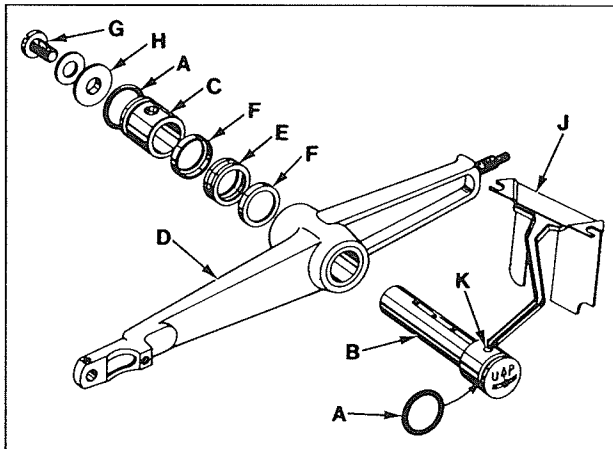

Fig 16
1. Coloque las empaquetaduras ("O" rings A, Fig. 16) en el eje (B) de la palanca y el collar (C).
2. Con la palanca de la aguja (D) puesta en la máquina en la posición correcta; introduzca el eje (B) atravesando del centro de la palanca hasta que las partes más gruesas hagan contacto con la palanca y la palabra "up" aparezca en la posición correcta. Después de verificar que la conexión con la barra de la aguja se mueva libremente, asegure el eje (B) con el tornillo de fijación en el tope de la máquina.
3. Coloque el anillo amortiguador (E) con los anillos (F) en el eje y llévelos a través del hueco en la máquina.
4. Monte con cuidado el anillo de empuje (C) en el eje (B) para no dañar la empaquetadura ("O" ring). Presione los componentes apretando el tornillo (G) hasta que la arandela (H) toque el eje (B). Asegure el eje (B) con el tornillo de fijación trasero en el tope de la máquina.